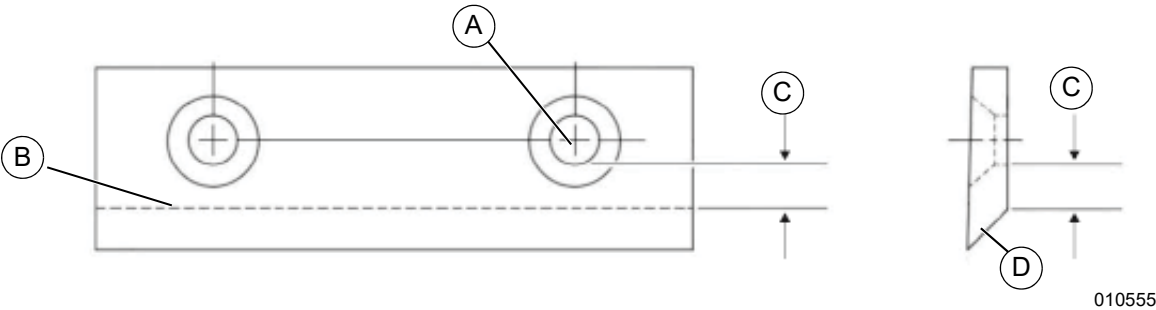

Figura 4-8. Afilado de la cuchilla
- Consulte la **Figura 4-8**. Se debe mantener el ángulo de corte de 45° (D) para un rendimiento adecuado.
- Una cuchilla de la astilladora nueva tiene una medida de 8 mm (5/16 pulg.) (C) entre el borde de bisel del lado corto (B) y los orificios de montaje de la cuchilla (A).